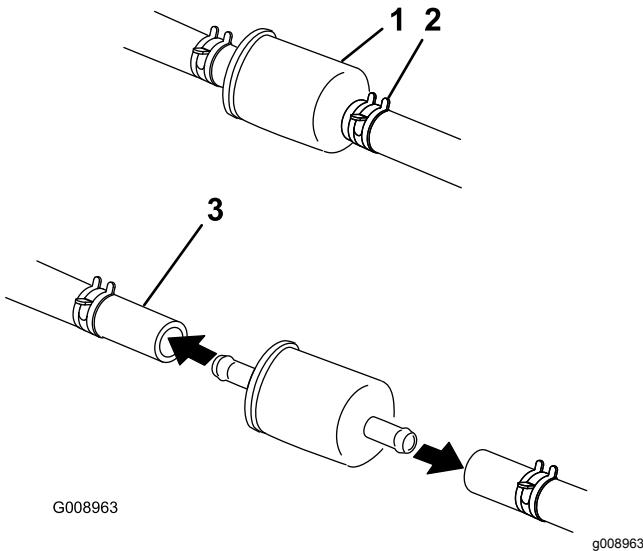

Figura 50
5. Chiudete la valvola di intercettazione del carburante sotto il sedile (Figura 50).
6. Premete le estremità delle fascette stringitubo ed allontanatele dal filtro (Figura 50).
8. Montate un nuovo filtro ed avvicinate le fascette stringitubo al filtro (Figura 50).